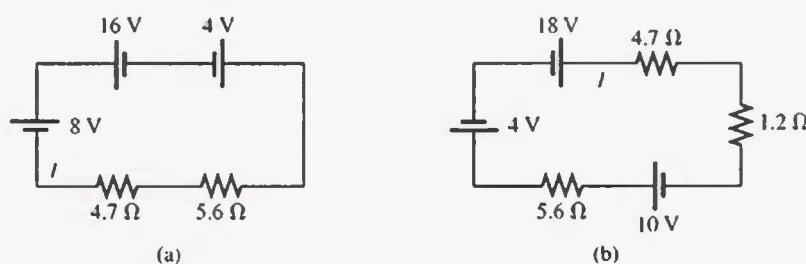

FIGURA 5.75
5. Determine la corriente I y su dirección para cada red de la figura 5.75. Antes de resolver para I , vuelva a trazar cada red con una sola fuente de voltaje.